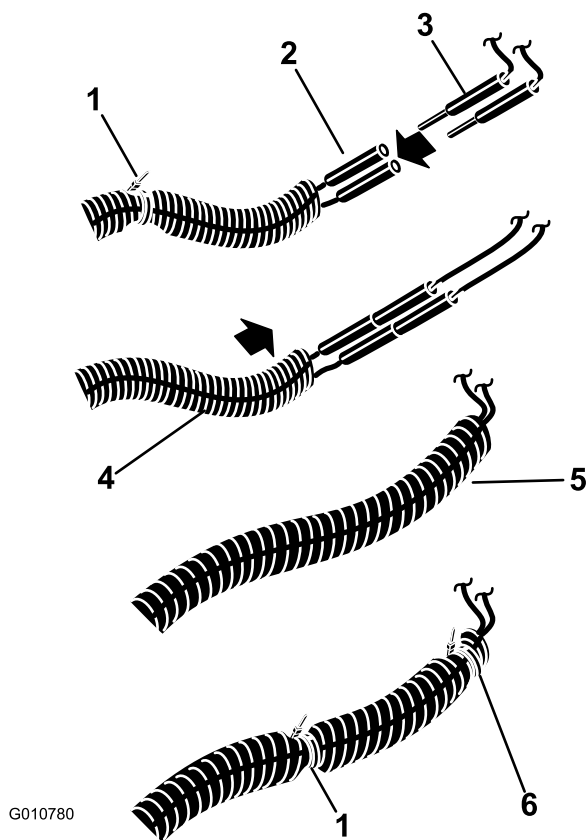

Figura 5
- Conecte los faros al arnés de accesorios (Figura 5).